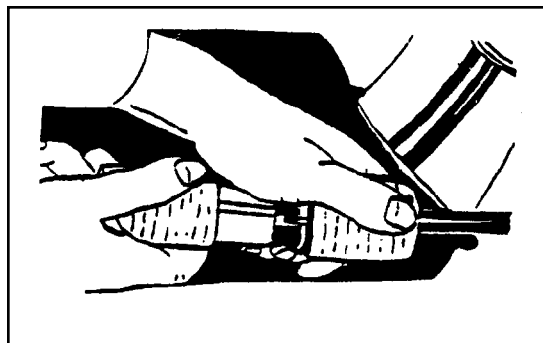

Рисунок 5
2. Проверьте, чтобы сетевой переключатель был установлен в положении «ВЫКЛ.» ("OFF"). Для положения «Выкл.» ("OFF"), выключатель приводится в действие по направлению к оператору. Смотрите маркировки на переключателе. Подсоедините питающий кабель к электрическому кабелю двигателя. (Рис. 5)